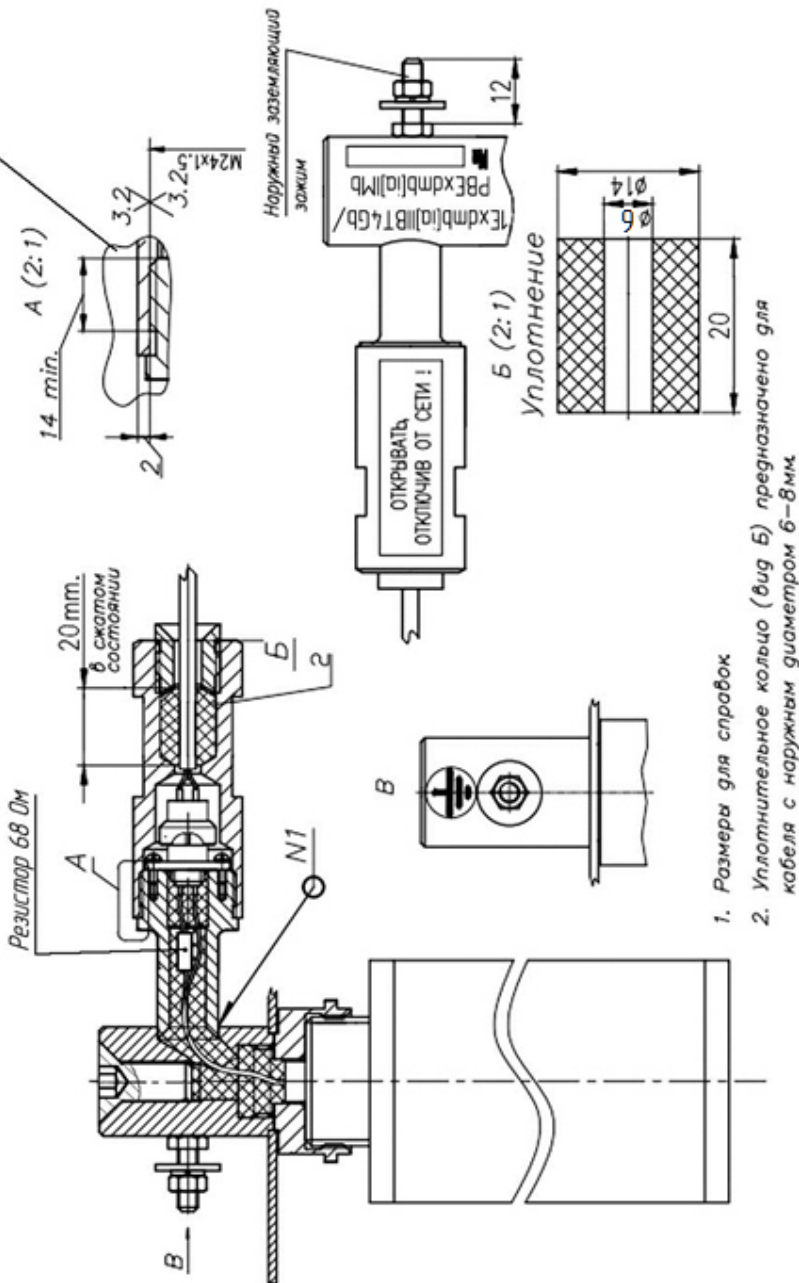

Рис. 3 - Чертеж средств взрывозащиты МПП «Гарант-12-ВЗ».
4.2. Взрывозащищенность МПП (см. рисунок 3) достигнута за счет следующих технических и организационных мер: